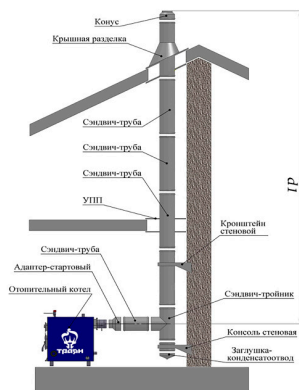

Рисунок 5.
- через крышу здания (см. рис.5);